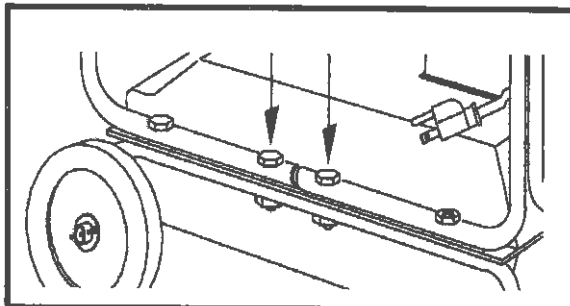

Abb. 6
3. Stellen Sie das Gerät auf das Fahrgestell und befestigen es mit jeweils zwei Schrauben (60 mm) und Muttern pro Seite, Abb. 6.